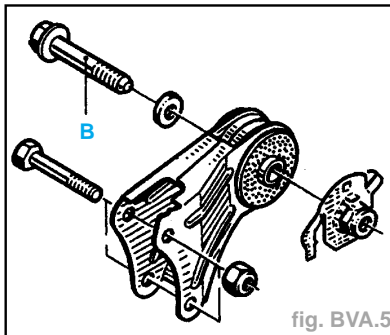

fig. BVA.5
- le boulon AR (B) du support central (fig. BVA.5),